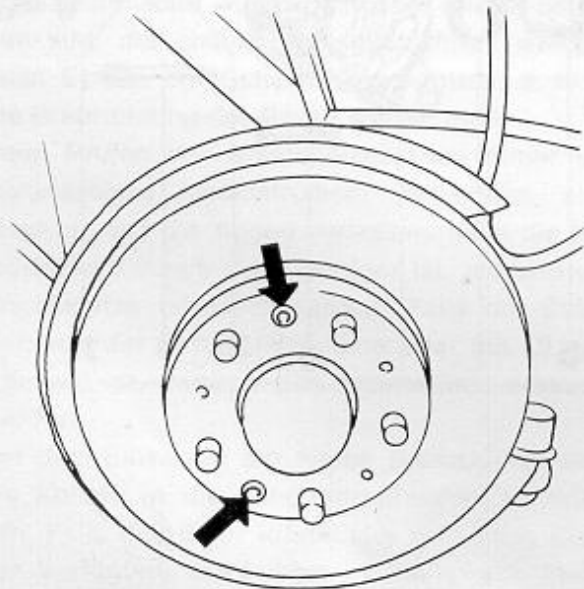

Bild 134
- Schrauben in Bild 134 lösen.